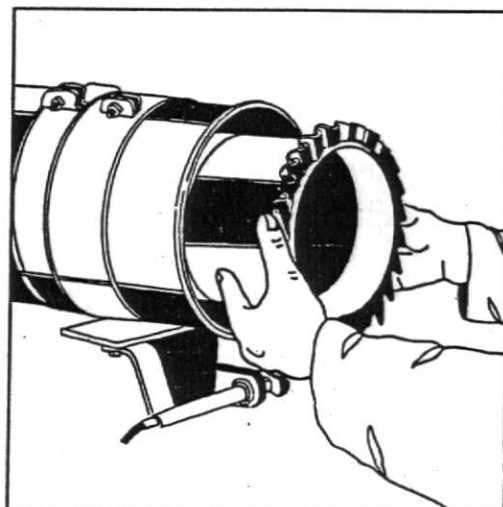

Fig. 4
3. Remova o ciclizador, fig. 4.